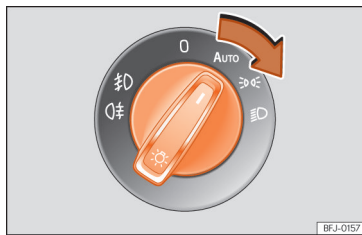

Fig. 69 Painel de instrumentos: comando das luzes.
- Ligue a ignição e rode o comando das luzes para a posição desejada »» **Fig. 69.**